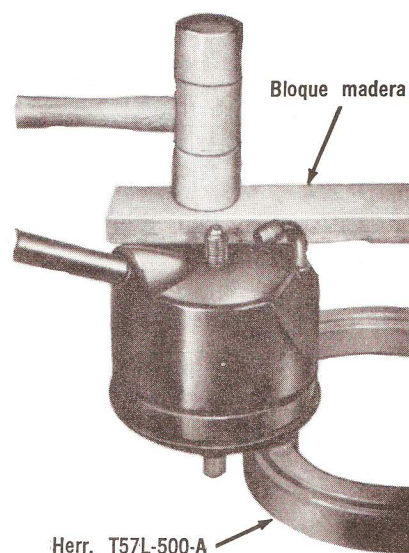

Fig. 27 — Instalación de Depósito Típico en la Bomba.
4. Instale el depósito en la bomba y sello con un martillo de plástico y un bloque de madera (Fig. 27). **Golpee únicamente en la parte trasera del depósito y en los bordes externos.**